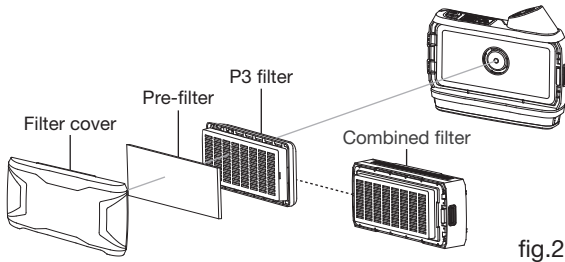

fig.2
2. Premere il pulsante per scollegare il coperchio. Rimontare il filtro necessario (vedere fig. 2).
2. Press the push button to disconnect the cover. Reinstall the filter that needs replacement (See fig.2).